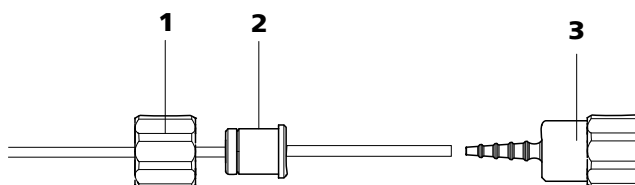

Figura 26 Instalar a conexão do tubo de bomba sem filtro
- **Possibilidade B:** uma conexão do tubo de bomba **sem filtro** 6.2744.160 (ver figura 26, página 50).